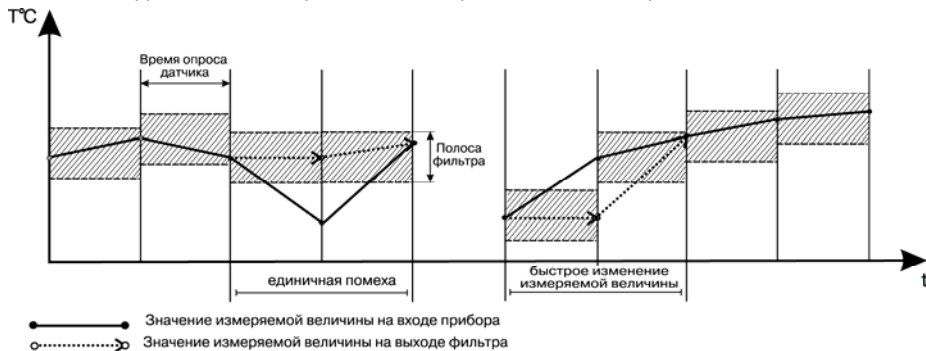

Рисунок 3.7
3.1.4.1 Параметр b0-2, называемый полосой цифрового фильтра, позволяет защитить измерительный тракт от единичных помех. Полоса фильтра задается в единицах измеряемой величины. Если полученное значение отличается от предыдущего на величину, большую, чем установлено в этом параметре, то прибором производятся повторные измерения, до тех пор, пока полученное значение не попадет в заданную полосу (рисунок 3.7). В течение всего этого времени на цифровом индикаторе остается старое значение измеренной величины.